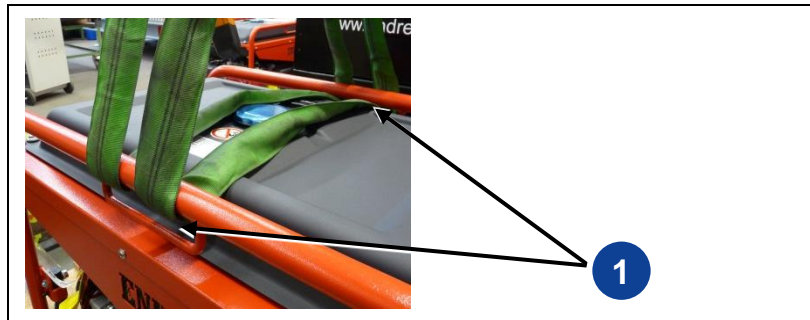

Abb. 4-1: Bedienelemente Handstart
am oberen Rahmen führen lassen (siehe Abb. 4-1). Nur so kann der Stromerzeuger waagrecht und gegen seitliches Verrutschen gesichert angehoben werden.
1. Geeigneten Tragegurt durch die dafür vorgesehenen Bügel (Abb. 4-1-(1)) im oberen Rahmenbereich führen.